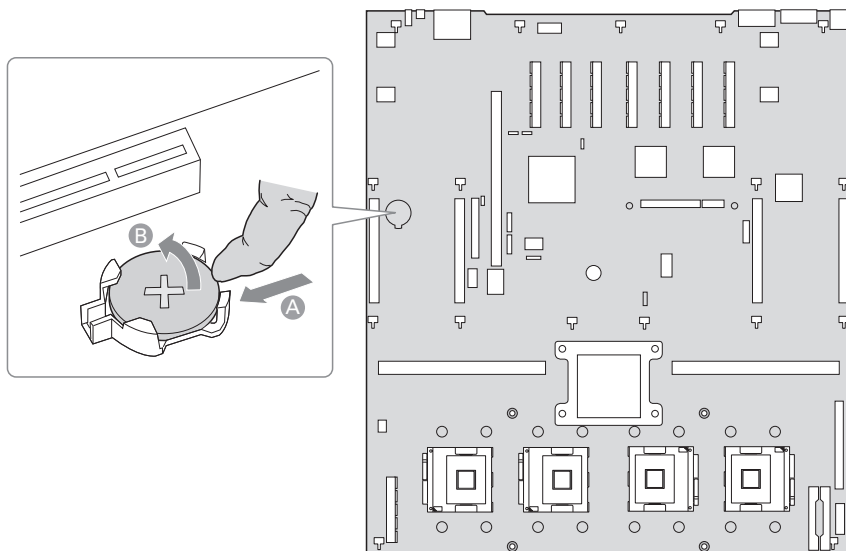

Figure 27. Remplacement de la pile
8. Continuez d'exercer une pression sur la pile tout en soulevant le bord libéré de la pile pour la retirer sur serveur. Voir la figure 27.